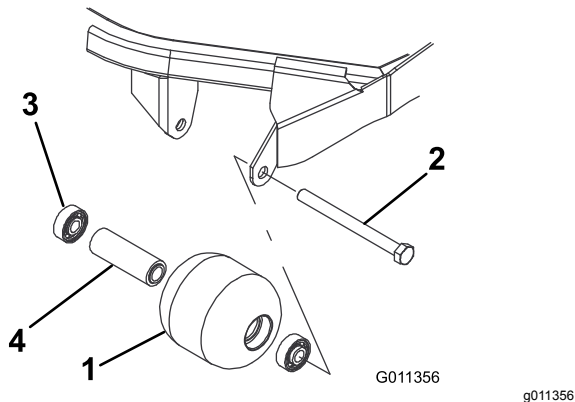

図 99
1. ローラ取り付けボルトを外す 図 99。
4. ローラハウジング、ベアリング、ベアリングスペーサに破損がないか点検する 図 99。
1. 第一のベアリングをローラハウジングに押し込む 図 99。アウターレースのみを押すか、インナーレースとアウターレースを均等に押すかする。
2. スペーサを入れる 図 99。
3. 第二のベアリングをローラハウジングに入れる 図 99 このときは、インナーレースがスペーサに接触するまで、インナーレースとアウターレースを均等に押す。